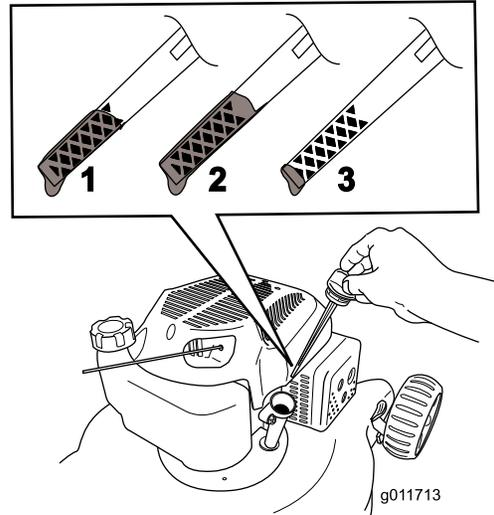

Figure 8
5. Pour déterminer le niveau d'huile correct indiqué par la jauge, voir (Figure 8).
- Remarque:** Versez de l'huile dans le carter moteur jusqu'à ce que la jauge indique le niveau correct, comme illustré à la Figure 8. Si vous remplissez excessivement le carter moteur, vidangez l'excédent d'huile comme expliqué à la section Vidange et remplacement de l'huile moteur.